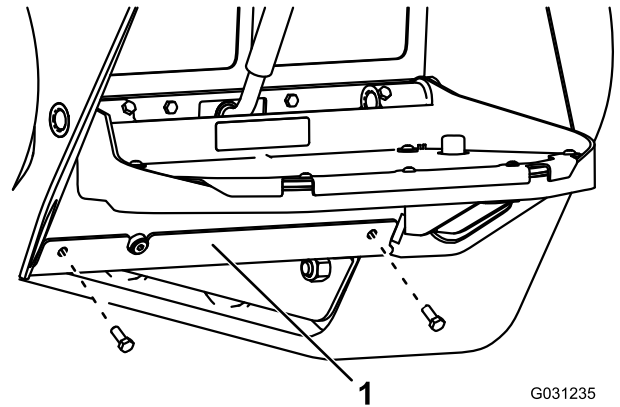

Figura 67
4. Togliete i 2 bulloni che fissano la piastra inferiore e rimuovetela (Figura 67).
8. Installate la piastra inferiore (Figura 67).